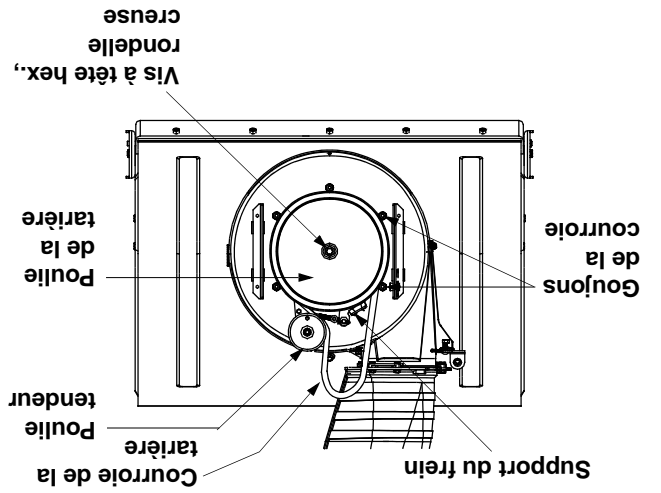

Figure 22
- Utilisez une clé de 1/2 po pour enlever la vis à tête hex. et la rondelle creuse du milieu de la poulie sur le boîtier de la tarière. Dégagez le support du frein de la gorge de la poulie et enlevez la poulie. Voir la Figure 22. Faites attention de ne pas perdre la clavette à l'intérieur des goujons.